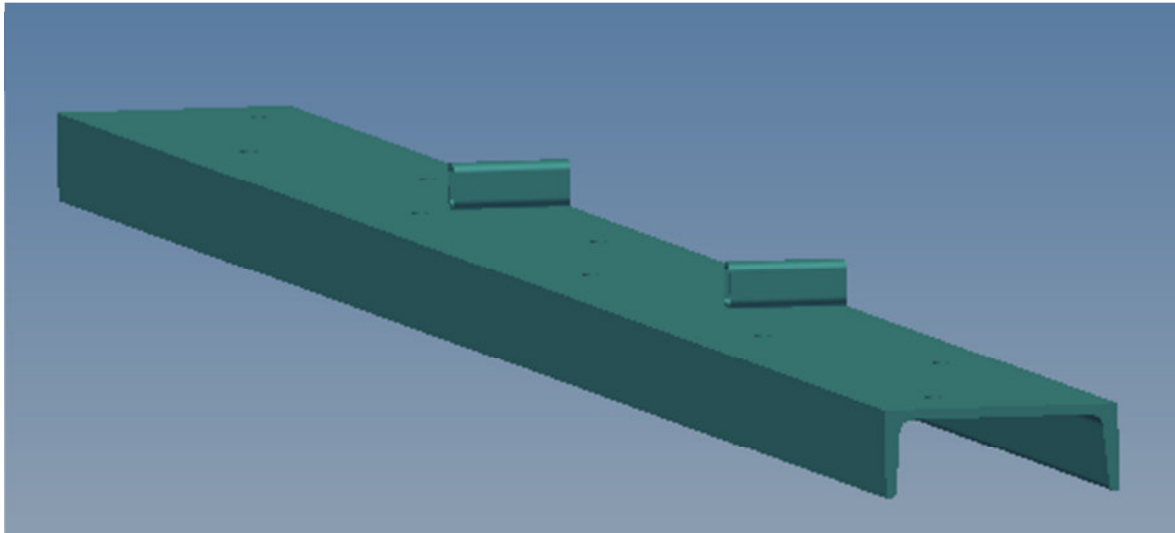

Bild 8 Obergurt mit Abspannhülsen (Ausriss)
3.2.7 Obergurte (Bild 8) auf der Rückwand der Lagerzellen montieren und mit den beige-stellten Schrauben an den Modulelementen befestigen.